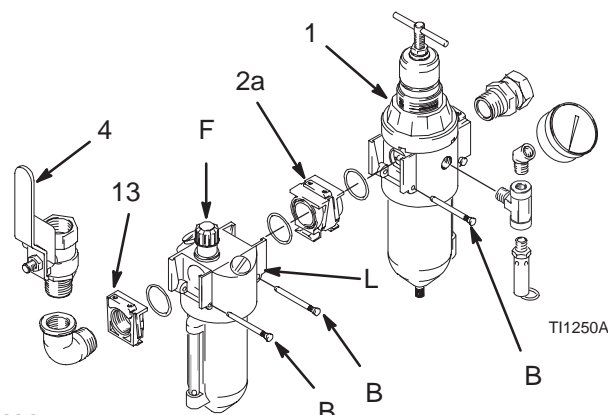

Abb. 2
- **Der Hauptlufthahn mit Entlastungsbohrung (4)** dient dazu, die Luft, die sich zwischen dem Hahn und dem Luftmotor nach Schließen des Hahns angesammelt hat, abzulassen (siehe **WARNUNG** oben). Der Lufthahn muß von der Pumpenseite her leicht zugänglich sein und **stromabwärts** vom Luftfilter/Regler (1) installiert werden. Abb. 2.
- **Der Luftfilter/Regler (1)** regelt die Pumpengeschwindigkeit und den Auslaßdruck durch Veränderung des Luftzufuhrdrucks zur Pumpe. Er beseitigt auch Schmutz und Feuchtigkeit aus der zugeführten Druckluft. Den Regler so nahe wie möglich beim Gerät anbringen, für das er eingebaut wurde, aber immer **vor** dem Hauptlufthahn mit Entlastungsbohrung (4). Den Regler so in die Luftleitung einbauen, daß die Luft in die Richtung des am Regler eingestanzten Pfeiles fließt. Abb. 2.
2. Den Stift (B) vom Auslaß des Filter/Reglers herausziehen. Abb. 2.
4. Das Insert (13) mit dem Gewindeende herunterschieben, ohne dabei die Auslaßfitinge abzunehmen.
5. Den Modulstecker (2a) (im Lieferumfang mit O-Ringen und Fett enthalten) zwischen dem Filter/Regler und dem Öler (L) einbauen.
6. Das Insert (13) mit dem Gewindeende am Auslaß des Ölers (L) (mit O-Ring und Fett) installieren.
7. Die drei Haltestifte (B) einbauen.
Der Öler gibt Öl in den Luftstrom ab, um die druckluftbetriebenen Motoren automatisch zu ölen. Über eine manuelle Einstellung im Gehäuse (F), Abb. 2, kann die Öltropfgeschwindigkeit, die durch ein Schauglas hindurch beobachtet werden kann, verändert werden. Meistens werden ein bis zwei Tropfen Öl pro Minute abgegeben. Es sollte ein Öl mit 50 bis 200 SUS (entspricht ISO-Grad 7 bis 46) bei 38°C abgegeben werden. Ein geeignetes Öl wäre das Graco Motoröl, Teile-Nr. 202659.
Zum Nachfüllen den Einfüllstopfen (L, Abb. 2) abschrauben und Öl eingießen. Die Füllkapazität des Ölers beträgt 0,2 L. Den Ölpegel im seitlichen Schauglas überprüfen. Für das Nachfüllen des Ölers ist es nicht notwendig, den Systemdruck zu entlasten. Der **Systemdruck sollte jedoch immer entlastet werden**, bevor der Behälter aus welchem Grund auch immer abgenommen wird.
2. Alle Hauptluflthähne mit Entlastungsbohrung einschließlich dem Hauptluflhahn (4) mit Entlastungsbohrung (im Lieferumfang des Systems enthalten) schließen. Abb. 2.
3. Den T-Griff des Reglers bis zum Anschlag gegen den Uhrzeigersinn drehen, wenn der Behälter des Luftfilters/Reglers (1) ausgebaut wird oder der Luftregler/Regler gewartet wird.
4. Langsam den Luftfilter/Regler (1) öffnen, Abb. 2. Den Filter/Regler zum Regeln der Pumpengeschwindigkeit und des Materialdrucks verwenden. Stets den niedrigsten Luftdruck verwenden, der zur Erzielung der gewünschten Ergebnisse notwendig ist. Höherer Druck führt zu vorzeitigem Verschleiß von Düse und Pumpe.